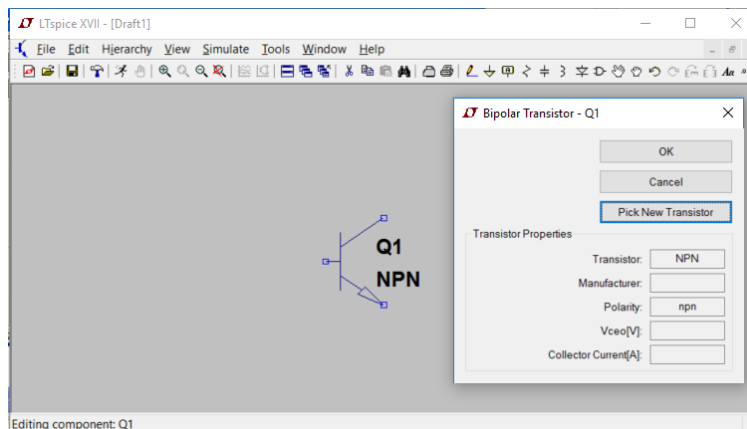

Figure A.13: LT Spice - Vizualizarea proprietatilor unui tranzistor npn.
- Se accesează baza de date folosind *Pick New Transistor*, după care se alege componenta dorită, e.g., 2N2222 pentru un tranzistor bipolar npn (se observă în Figure A.13 și în Figure A.14).